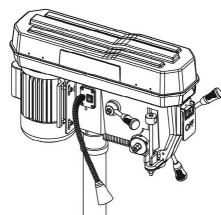

Fig. 7
4. Vissez la poignée de réglage de vitesse dans le boîtier de la poignée sur le côté gauche de l'ensemble de tête côté gauche (fig. 7).